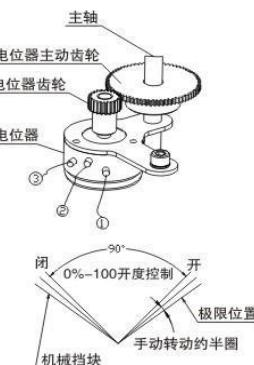

图12
7.3 电位器调整（图12）
电位器在执行器中作为一种反馈信号输出，有三个输出端子，其中②脚接电位器的滑臂（参照图12）。①脚接执行器开动作时，与滑臂之间的电阻不断减小一端，③脚则接执行器关闭动作时与滑臂之间的电阻不断减小一端（注意：电位器不应出现阻值过零，跳变现象）。用手轮转动阀门到全开位置，以开到限位开关动作为准用万用表测量，将接线端子上②脚①脚电阻调整到35~60之间。若不正确可通过转动电位器传动齿轮调整。